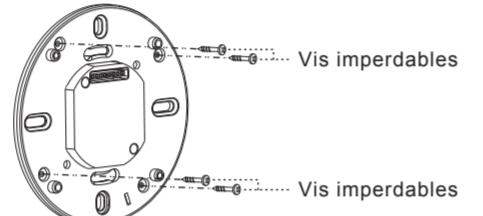

FIG. 16
4.4.3.4 Insérer 4 pces vis imperdables dans les trous correspondants sur la plaque de fixation du détecteur, ces 4 pces vis ne tomberont pas et facilitent ainsi une meilleure installation (voir FIG. 16).